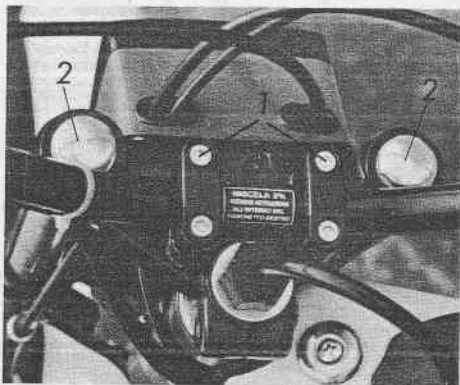

Fig. 18 - Tappi carico olio forcella
- Svitare le quattro viti che fissano i morsetti del manubrio (Fig. 18) e staccarli.
- Svitare i tappi di carico olio (vedi Fig. 18) e versare gr. 170 per ogni gamba di olio FINA DEXRON ATF.